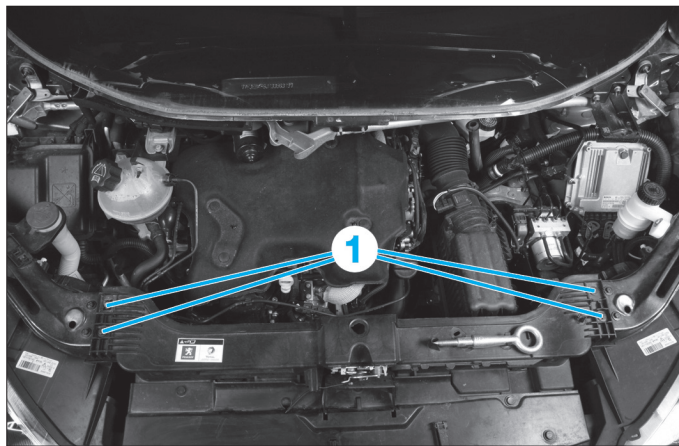

Fig. 19
- Déposer les 4 vis de fixation (1) de la façade du groupe motoventilateur et incliner l'ensemble vers l'avant (Fig.19).